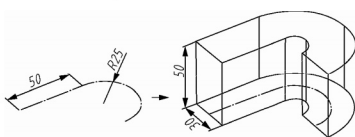

图 11-14 由二维多段线创建实体
【例 2】 以二维多段线为轨迹，创建对应实体，尺寸如图 11-14 所示。
(1) 绘出图 11-14 所示二维多段线。
(2) 根据图 11-14 所示立体尺寸, 设置多段体参数即: 高 $H=50$ 、宽 $W=30$ 、对正方式 $J=$ 居中。操作过程如下:
选择对象: 光标拾取二维多段线(此时出现实体, 并将该实体图层改变为粗实线, 效果如图 11-14 所示)